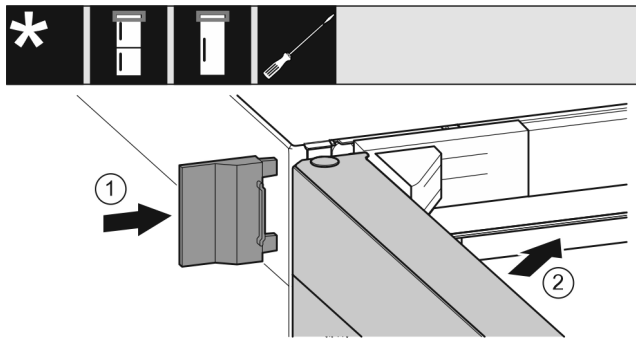

Fig. 25
- ▶ Tolja fel a külső fedelet Fig. 25 (1).
- ▶ Csukja be a felső ajtót Fig. 25 (2).